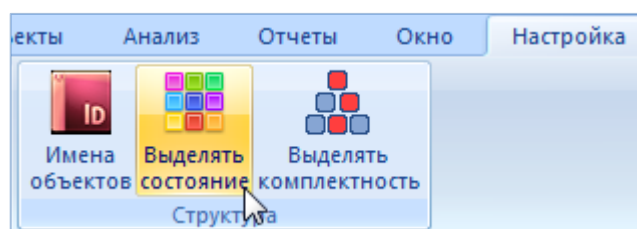

Рис. 13-562 – Кнопка «Выделять состояние» панели «Структура»
13) Для того чтобы более подробно отобразить исходные данные, использовавшиеся при расчете готовности (при условии, что установлен флаг в поле «Сохранить исходные данные для показателей» в блоке «Дополнительно» (рис. 13-559)), необходимо навести курсор на ячейку с одним из рассчитанных значений показателей. Затем нажать правую кнопку мыши и выбрать нужный пункт из открывшегося контекстного меню (рис. 13-562).